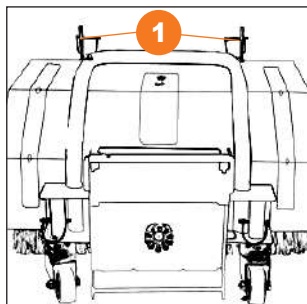

Рис. 14
- Отсоедините крепеж с кронштейнов **1** на щетке машины (Рис. 14).